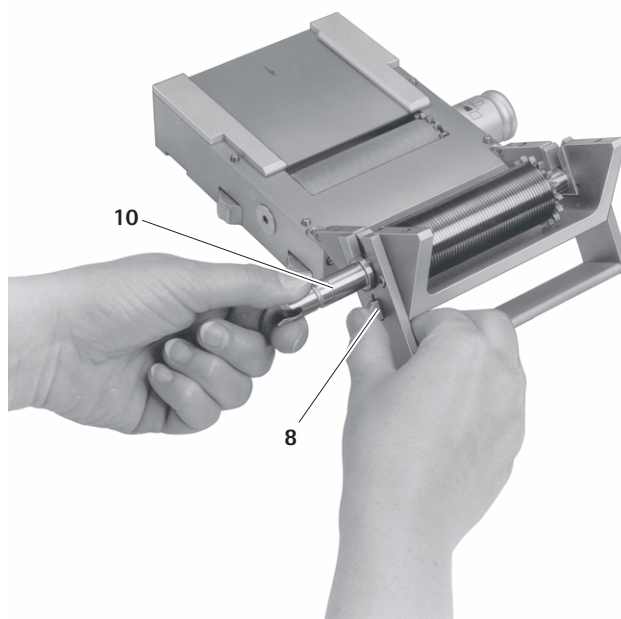

Fig. 3
- Mantener presionado el pestillo 8 y al mismo tiempo, tirar del vástago 10 para desacoplar el rodillo de corte 2, ver Fig. 3.
- Presionar el rodillo de corte 2 acoplado al vástago 10 hasta que encaje en los puntos de apoyo 20, ver Fig. 3.